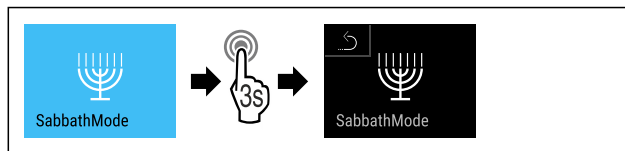

Fig. 15
- Stappen (zie Fig. 15) uitvoeren.